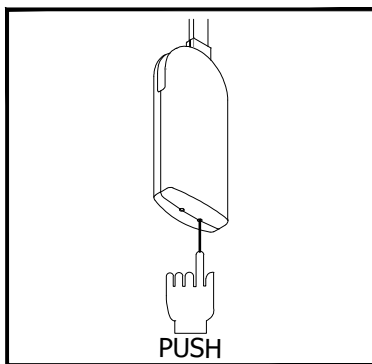

Abb. 22
- 1 - Die Programmierungstaste (Abb. 22) 5 Sekunden lang drücken, beim Loslassen hört man ein doppeltes „BIP“
Falls das Löschen aller Fernbedienungen erwünscht ist, die Programmierungstaste (Abb. 22) für 10 Sekunden gedrückt halten. Beim Loslassen hört man drei aufeinanderfolgende „BIP“, die anzeigen, dass alle synchronisierten Fernbedienungen gelöscht worden sind.